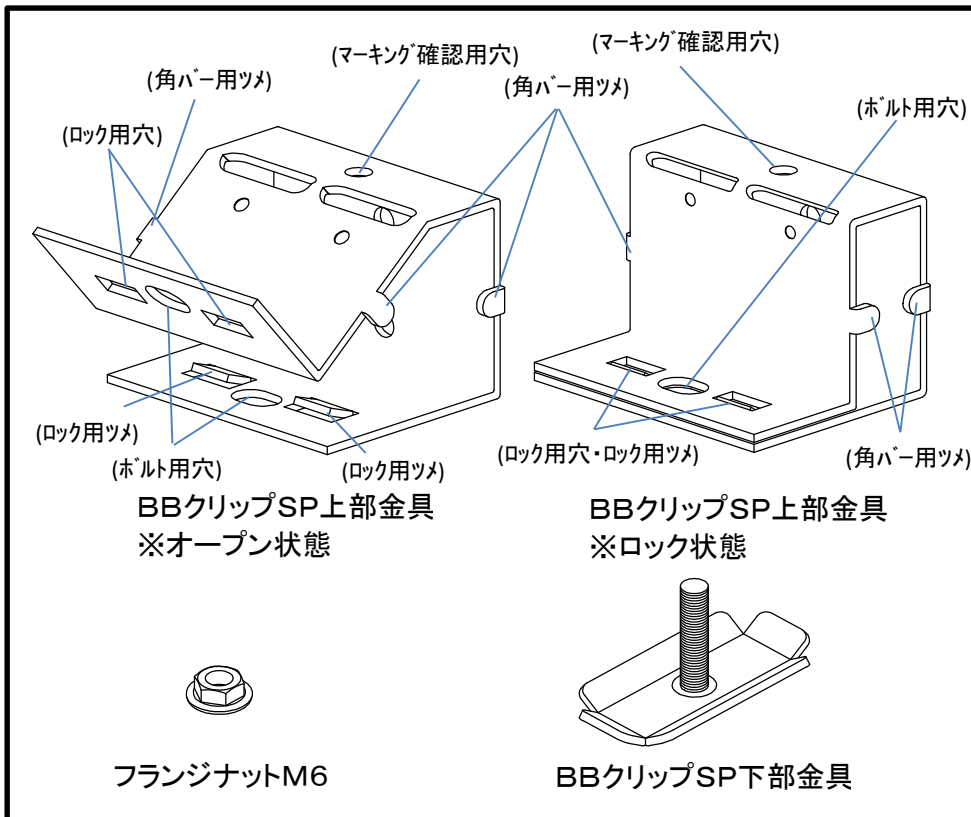

図1
- ・BBクリップSP上部金具は初めオープン状態になっています。角バーを固定時に開いた部分を閉じることでロック状態になります(図1)。